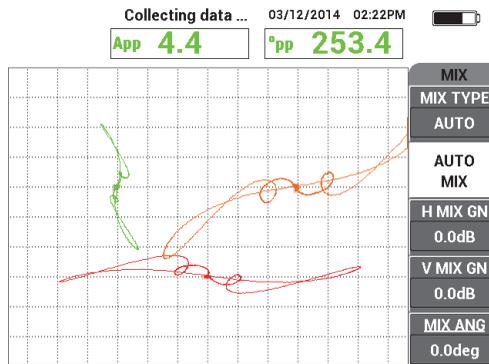

図 5-142 自動ミックスを使用したサポートリングのスキャン
9. ゲインキー (**dB**) を 4 回押し、サポートリングの周波数 2 の信号が画面幅およそ 10 区分に達するまで H/V **ゲイン 2** を調整します (229 ページの図 5-142 を参照) 。
NORTEC 600 では、サポートリングの信号を 5 秒間記録し、信号のミキシングを自動的に行います (229 ページの図 5-142 を参照)。